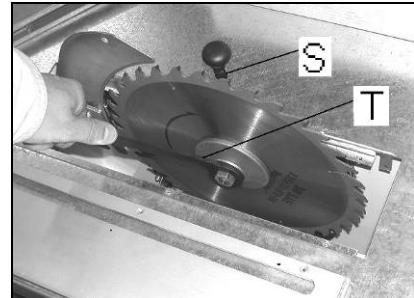

Fig 15
Lösen Sie die Spannmutter mit dem gelieferten Schlüssel (T, Fig 15). Sichern Sie dabei die Sägewelle mit dem gelieferten Steckbolzen (S) gegen Verdrehung.